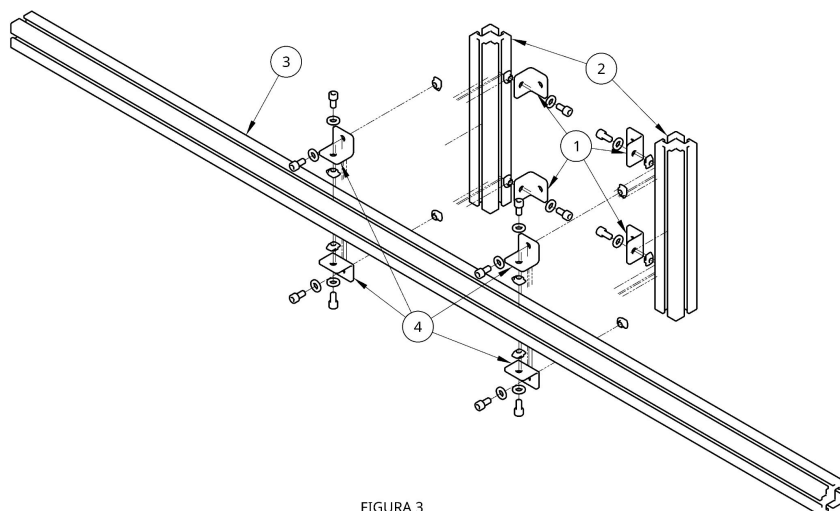

FIGURA 3
Monte quatro cantoneiras (1) nos perfis 45X45X30mm (2), como mostra a Figura 3.
Prenda-as com outras quatro cantoneiras (4), como indicado na Figura 3.